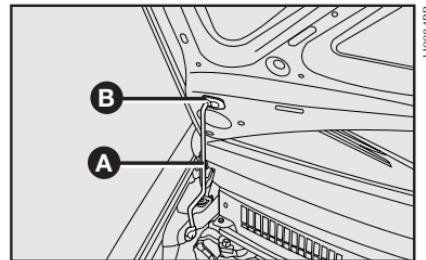

fig. 108
3) Levante el capó por la parte central y al mismo tiempo, suelte la varilla de fijación **A**-fig. 108 de su dispositivo de bloqueo.
1) Manténgalo levantado con una mano y con la otra quite la varilla **A**-fig. 108 del alojamiento **B** y colóquela en su dispositivo de bloqueo.